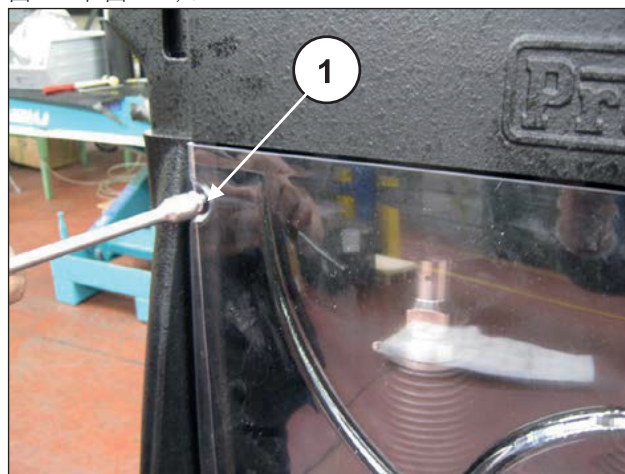
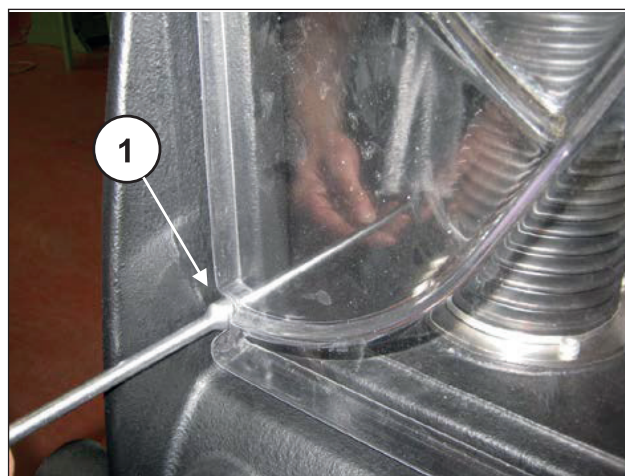

图 218
图 219
重新定位上检视盖，小心拧紧固定盖子的4颗M6螺栓（①，图 218和图 219）。